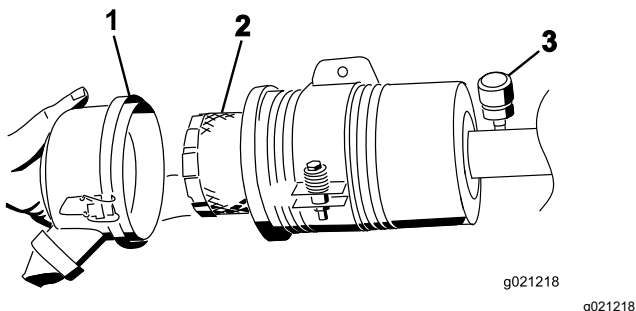

Figure 82
5. Déposez et remplacez le filtre (Figure 82).